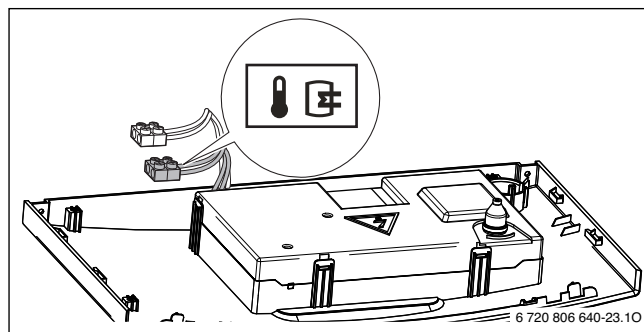

Рис. 16 Подключение датчика температуры
- ▶ Подключите датчик температуры непосредственно к клеммам, обозначенным следующим знаком (→ рис. 16, стр. 21).